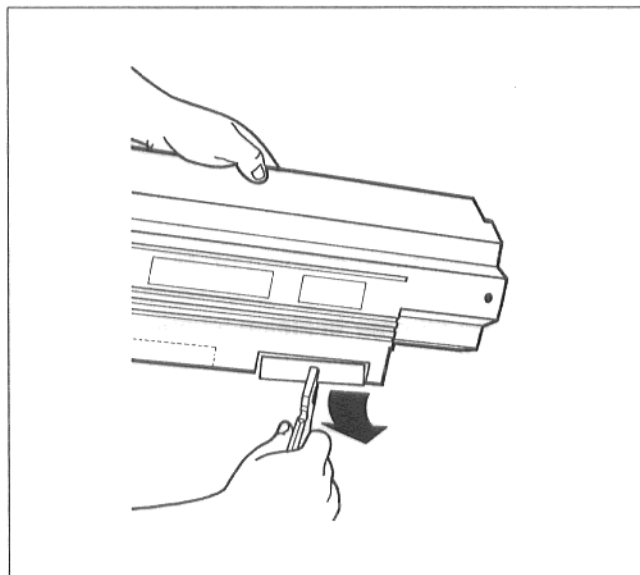

Fig. 50
- Avbrekkingsdeler på kontrollpanelets bakvegg, kan om nødvendig brennes av for kableinnføring (Fig. 50).